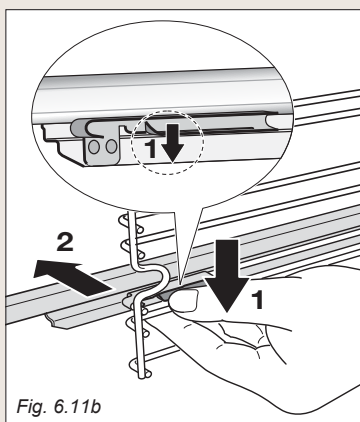

Fig. 6.11b
- * Repérez les verrous de sûreté. Il s'agit de languettes qui s'agrafent sur le fil de la grille latérale (flèche **1** sur la fig. 6.11b).
- * Écartez les verrous de sûreté du fil pour libérer ce dernier (flèche **2** sur la fig. 6.11b).